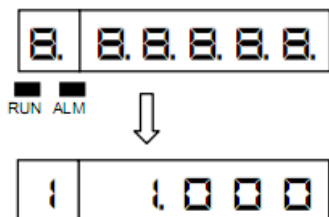

Рис. 6.1. Дисплей при включении прибора
Данные на дисплее и номер канала отображаются как на рис. 6.1.
3. При включении прибора на дисплее будет отображаться «0», пока будут считываться данные. Цифры, отображаемые на рис. 6.1, зависят от настроек.